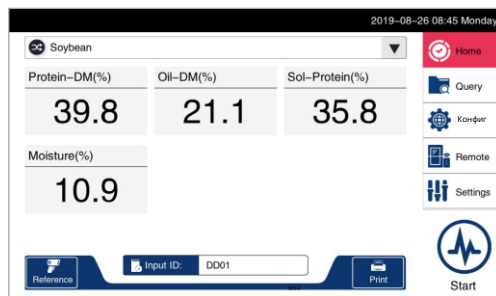

Рисунок 5. Экран отображения результатов измерения.
- 6) Дождитесь завершения измерения и отображения результатов на экране (Рисунок 5).